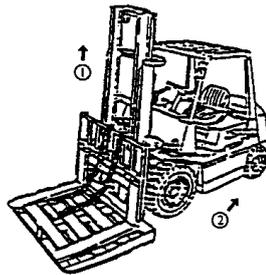

рисунок 8-8
- (1) Установите поддон вилок в поддон, поставьте его на ровной площадке.
- (2) Положите поддон на землю, а вилы поверх него.
- (3) Снимите верхний соединитель цепи.
- (4) Подъем внутренней мачты (рисунок 8-8 ①)
- (5) Убедитесь, что рама вилок разведена с внешней мачтой, затем откатите вилочный погрузчик назад. (рис. 8-8 ②)
- (6) Замена главного ролика